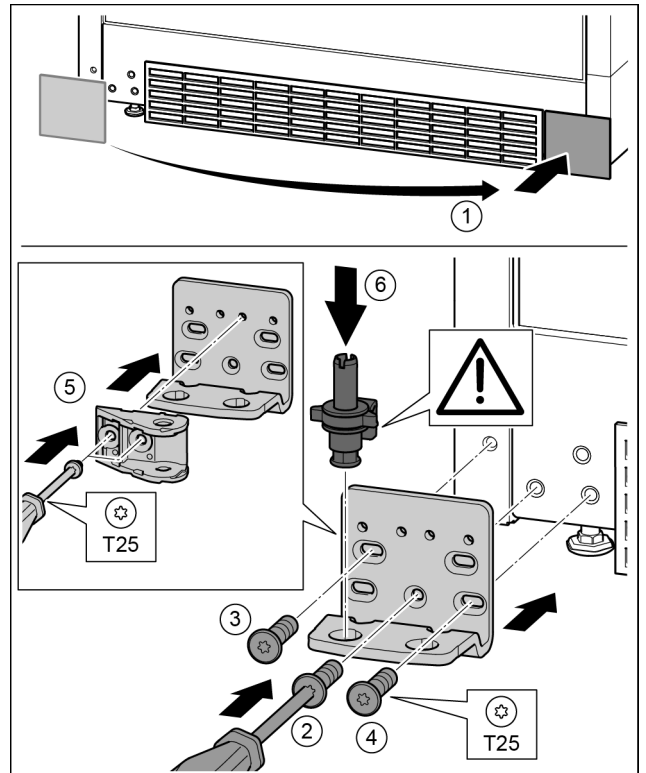

Fig. 32
- ▶ Abdeckung abnehmen und auf der anderen Seite anbringen. Fig. 32 (1)
- ▶ Lagerbock auf der anderen Seite ansetzen und mit Hilfe eines Schraubendrehers T25 anschrauben. Mit Schraube 2 unten in der Mitte beginnen. Fig. 32 (2)
- ▶ Schraube 3 und 4 festschrauben. Fig. 32 (3, 4)
- ▶ Schließdämpferverbindung um 180° drehen. Auf der anderen Seite des Lagerbocks mit Schraubendreher T25 anschrauben. Fig. 32 (5) *
- ▶ Lagerbolzen komplett einsetzen. Dabei darauf achten, dass der Rastnocken nach hinten zeigt. Fig. 32 (6)